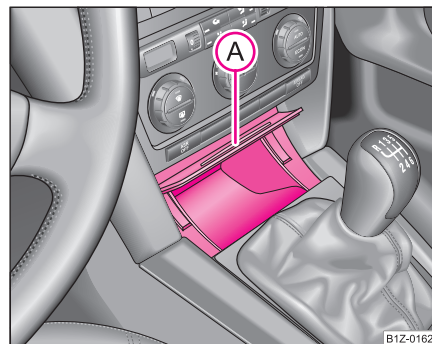

Fig. 103 Consola central, delante: Compartimento guardaobjetos
bjetos en la zona (A) ⇒ fig. 103 - la tapa se abrirá. ►